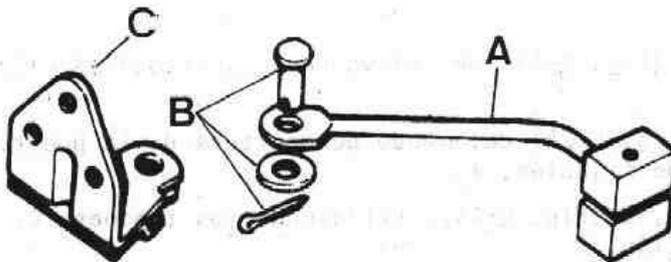

Fig. Q-21 Conjunto limitador de puerta
- 2.2.2. Soltar el brazo limitador, A (Fig. Q-21), extrayendo sus elementos de fijación, B.